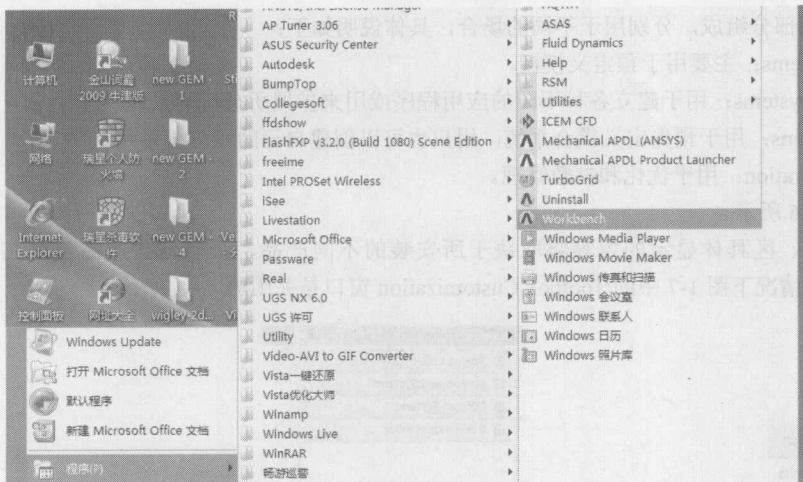

图 1-3 从“开始”菜单中启动 Workbench
- 在“开始”菜单中执行 ANSYS 12→Workbench 命令, 如图 1-3 所示。